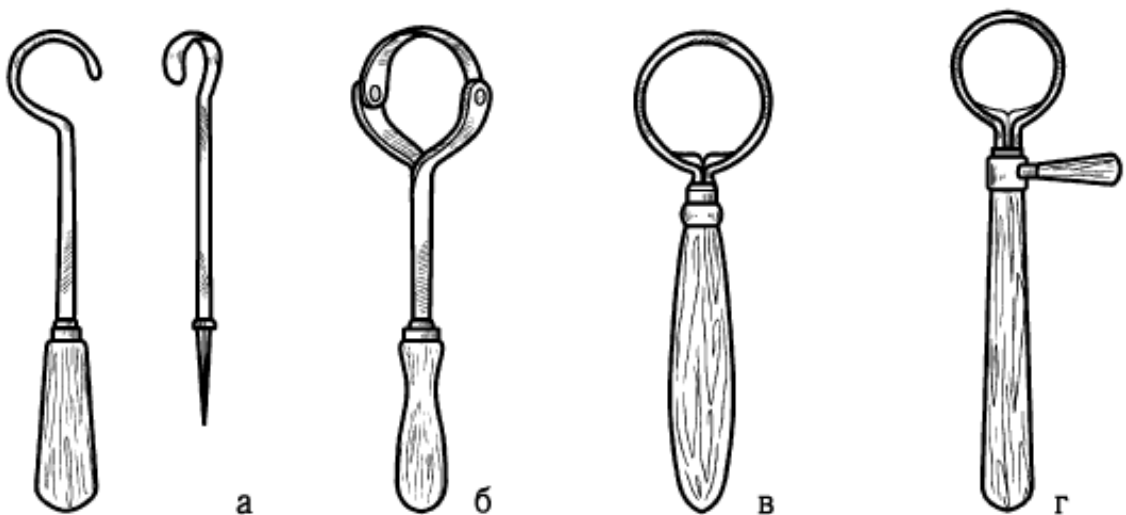

Рис. 19. Ложечные ножи: *а* – полукруглый; *б* – полукруглый разъемный; *в* – кольцевой; *г* – кольцевой, снабженный добавочной рукояткой
9. Ложечные ножи (рис. 19), само название которых указывает на предназначение данного инструмента – изготовление ложек, ковшей и пр. Необычная форма лезвий, которые могут быть обоюдоострыми, полукруглыми или кольцевыми, помогает легко справляться с выборкой древесины.